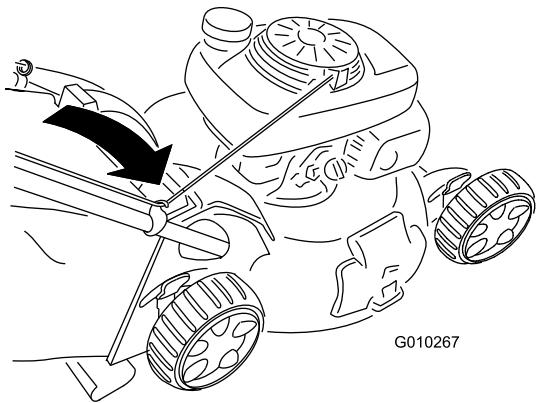

Figura 32
- Pase la cuerda del arrancador alrededor de la guía de cuerda inferior (Figura 32).